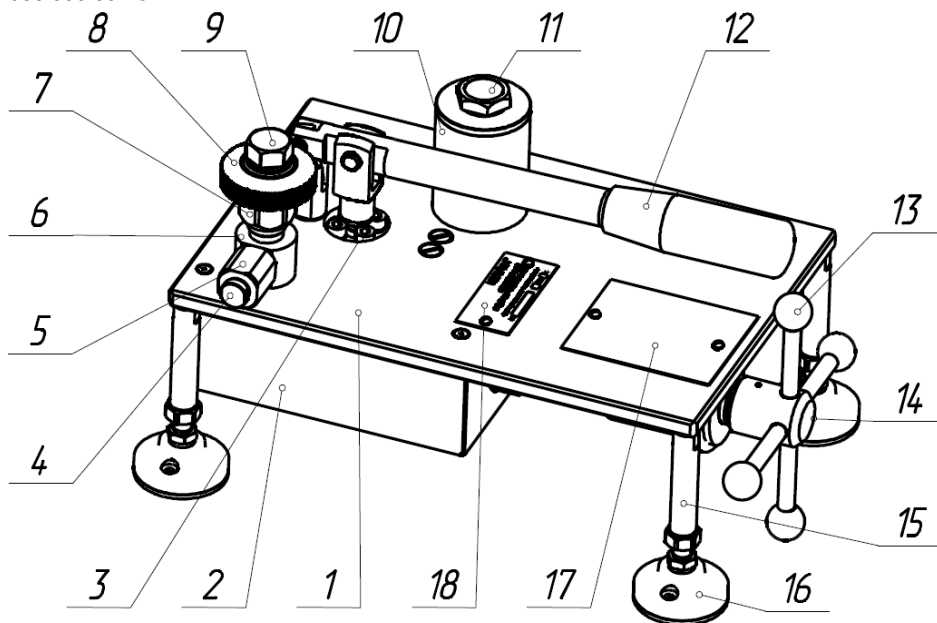

Рисунок 1 – Гидропресс П-70-К
- открутить пробку (поз. 11, рис. 1), обеспечив поступление воздуха в емкость (поз. 10);
Подсоединить к штуцеру (поз. 6, рис. 1) гидропресса эталонный прибор с приведенной погрешностью не более  $\pm 1\%$  и верхним пределом измерений (ВПИ) не более 100 МПа (например манометр МТИ-1217-100МПа-1 ГОСТ 2405 или ТУ 25-05-1481-77), заглушить штуцер (поз. 5, рис. 1) линии высокого давления пробкой (поз. 4, рис. 1), создать давление равное 70 МПа, выдержать под давлением 10 мин. Падение давления, в последующие 5 мин. не должно превышать 1,5 % от созданного давления при допустимом изменении температуры окружающего воздуха не более  $\pm 0,2$  °С.